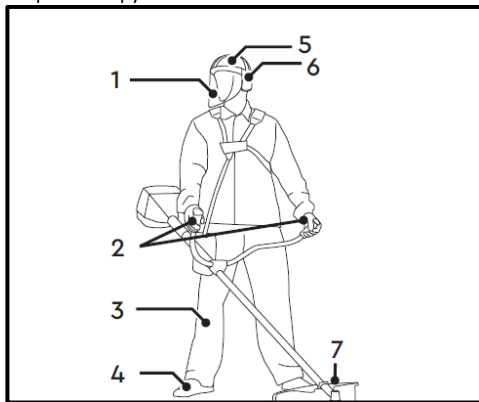

Рис. 1
- Завжди використовуйте захисний щиток (1) або окуляри (Рис. 1).
- Одягніть міцні захисні рукавиці (2) (Рис. 1). Рукавиці знижують передачу вібрації на Ваші руки. Тривале перебування під впливом вібрації може викликати оніміння пальців.
Працюйте в спеціалізованому одязі (3), який достатньо щільно облягає (Рис. 1). Не носіть широкий одяг і прикраси, оскільки вони можуть потрапити в рухомі частини мотокося.
- Носіть міцне взуття (4) на не ковзкій підшві для більшої стійкості (Рис. 1). Не користуйтеся мотокою босоніж або у відкритому взутті.
- Носіть засіб захисту (5) голови, де існує ризик травмування (Рис. 1).
- Щоб уникнути пошкодження органів слуху, рекомендується використовувати захисні навушники (6) (Рис. 1).
- Завжди використовуйте захисний кожух (7) під час виконання робіт (Рис. 1).